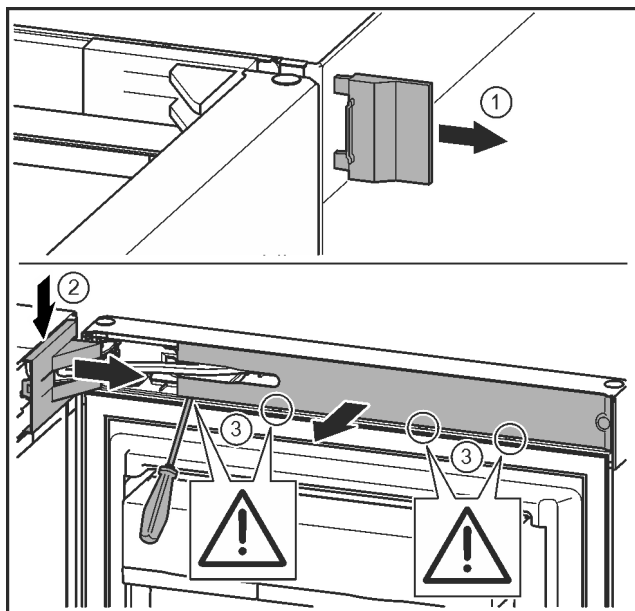

Fig. 9
► Äußere Abdeckung abnehmen. Fig. 9 (1)
► Lagerbockabdeckung ausrasten und lösen. Lagerbockabdeckung abnehmen. Fig. 9 (2)
► Blende mit Schlitzschraubendreher ausrasten und zur Seite schwenken. Fig. 9 (3)